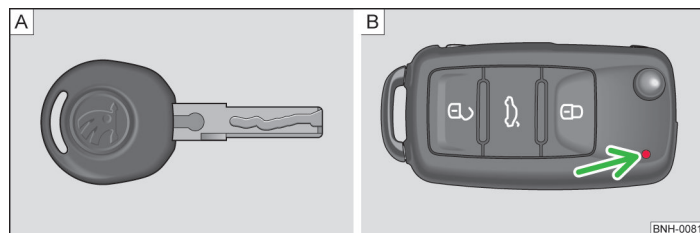
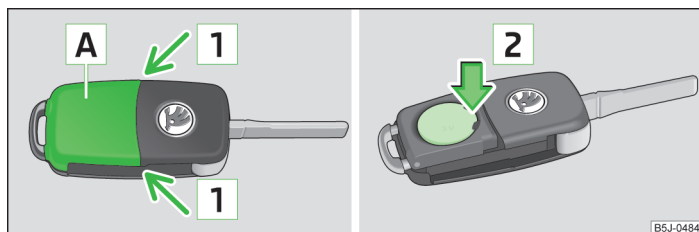

Fig. 8 Chiave senza telecomando / Chiave con telecomando (comando a distanza)
Fig. 9 Chiave con comando a distanza: Rimozione del coperchio / estrazione della batteria
Con il veicolo vengono consegnate due chiavi. A seconda dell'equipaggiamento, il veicolo può essere dotato di chiavi senza telecomando » fig. 8 A o con telecomando » fig. 8 B.
Ogni chiave con comando a distanza contiene una batteria, disposta sotto il coperchio **A** » fig. 9. Quando la batteria è scarica, premendo un tasto della chiave con comando a distanza, la spia di controllo rossa » fig. 8 a pagina 26 - **B** non lampeggia. Si raccomanda di fare sostituire le batterie della chiave presso un'officina autorizzata. Qualora si desideri comunque sostituire in prima persona la batteria scarica, procedere come segue:
- Premere il coperchio della batteria con il pollice oppure con un cacciavite piatto in corrispondenza della freccia **1** » fig. 9.